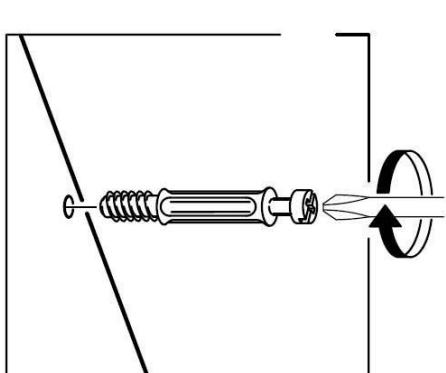

Рис. 1
1. В боковые стенки (88), (89), перегородку (92), нижний щит (91), заднюю стенку (93) в имеющиеся отверстия установить эксцентрики Rastex 15\16, таким образом, чтобы стрелка была повернута в сторону отверстия в торце.
2. В установленные муфты эксцентриковых стяжек на боковых стенках (88), (89), крышке (90), нижнем щите (91) ввернуть дюбели DU644, в соседние отверстия установить шканты (рис.1 и схема сборки).